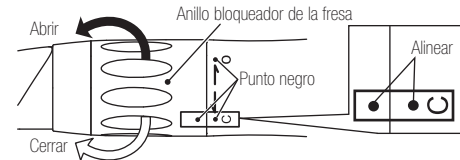

Fig. 1
- 1) Gire el anillo bloqueador de la fresa en dirección de la marca [O] hasta que haga cli. (Fig. 1)